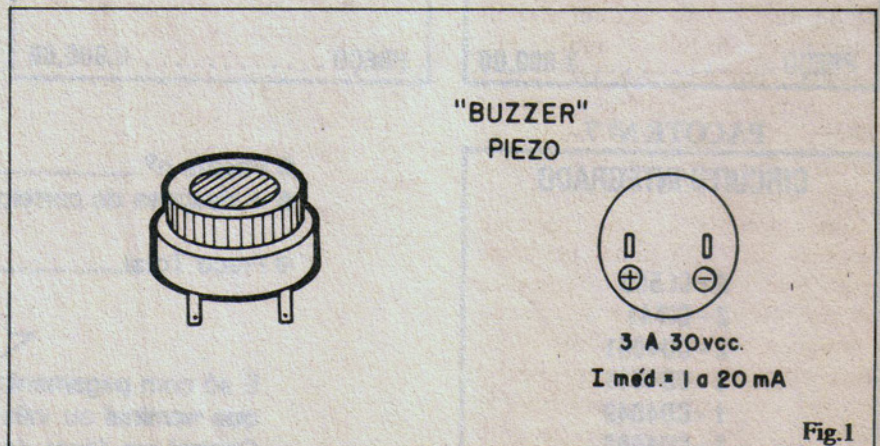

Fig.1
- FIG. 1 - O "jeitão" de um buzzer piezo-elétrico comercial típico... É leve, pequeno (quase sempre um cilindrinho cuja maior dimensão não passa de uns 3 centímetros), geralmente dotado de um anel frontal de montagem, com rosca, que torna muito fácil sua instalação nas caixas e